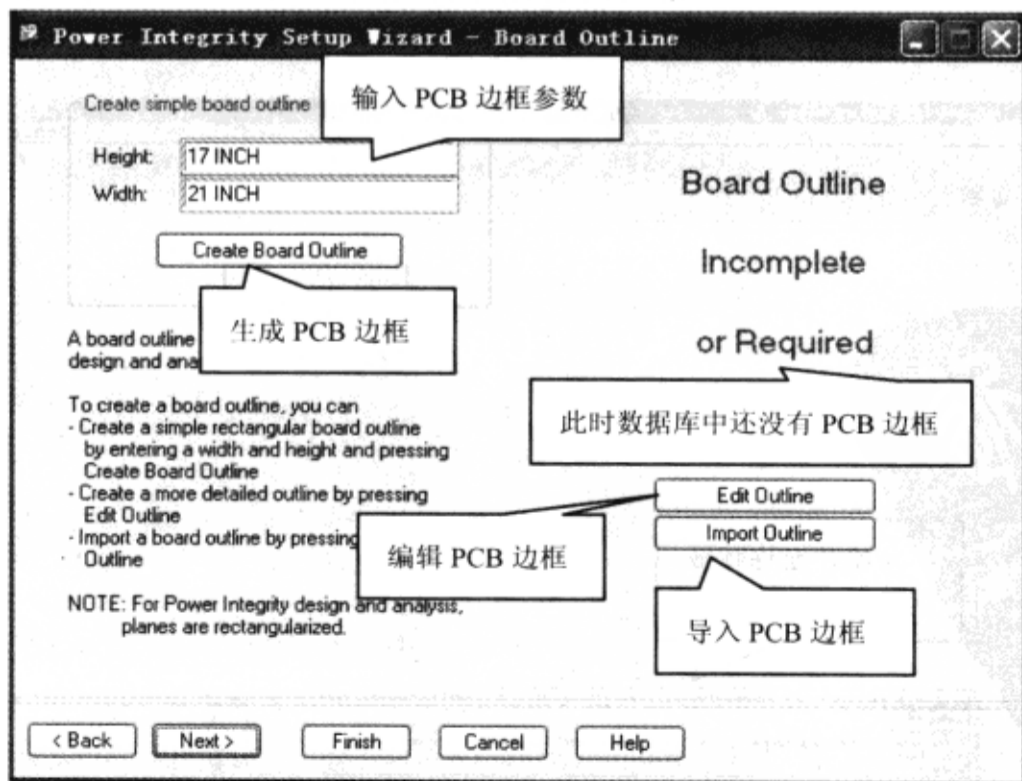

图 7-12-11 “Power Integrity Setup Wizard-Board Outline” 对话框
(1) 在“Power Integrity Setup Wizard-Introduction”窗口中单击“Next”按钮，弹出“Power Integrity Setup Wizard - Board Outline”对话框，如图 7-12-11 所示。有两种方法可以创建一个 PCB 边框：一种是在 Allegro PCB PI option XL 直接绘制；另一种是从其他 PCB 设计当中导入一个已经存在的 PCB 边框，本节将介绍如何在 Allegro PCB PI option XL 中绘制 PCB 边框。